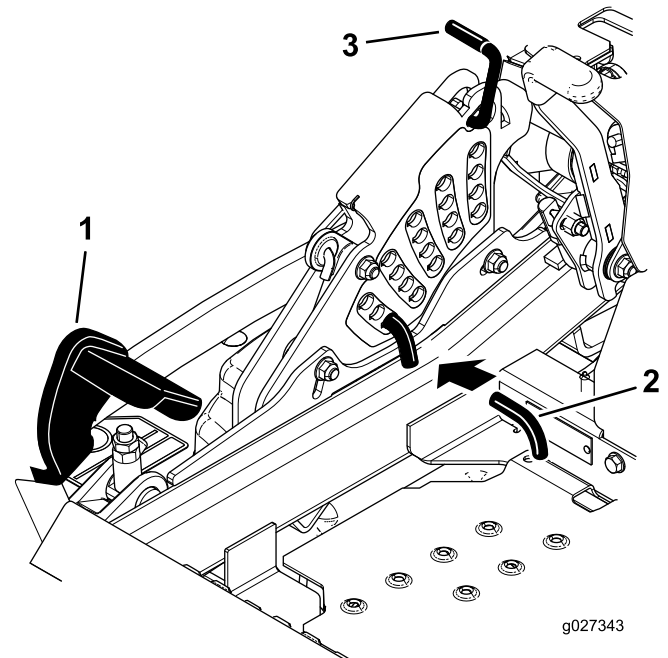

Figure 92
5. Enfoncez la pédale de levage du tablier de coupe au maximum pour verrouiller le tablier à la position transport de 14 cm (5,5 po) (Figure 92).